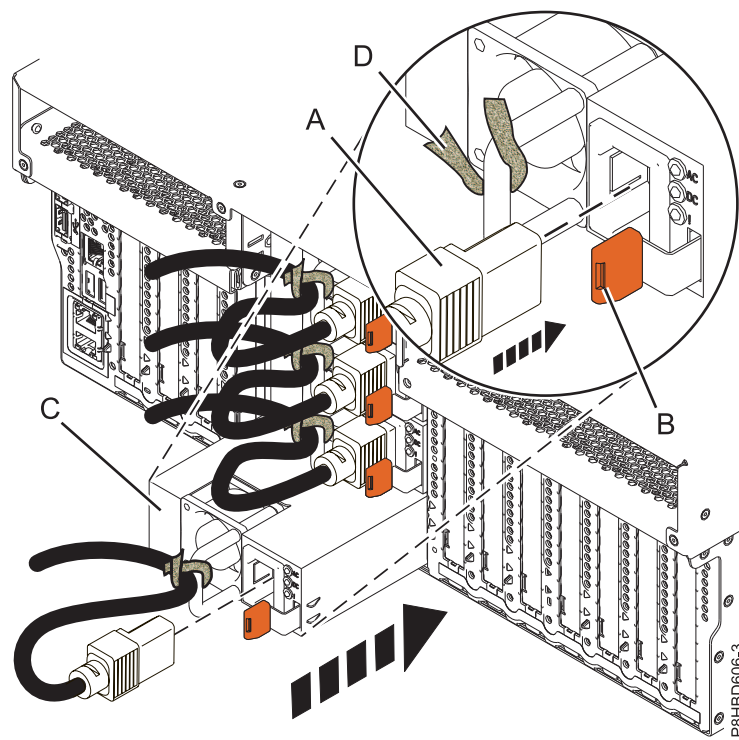
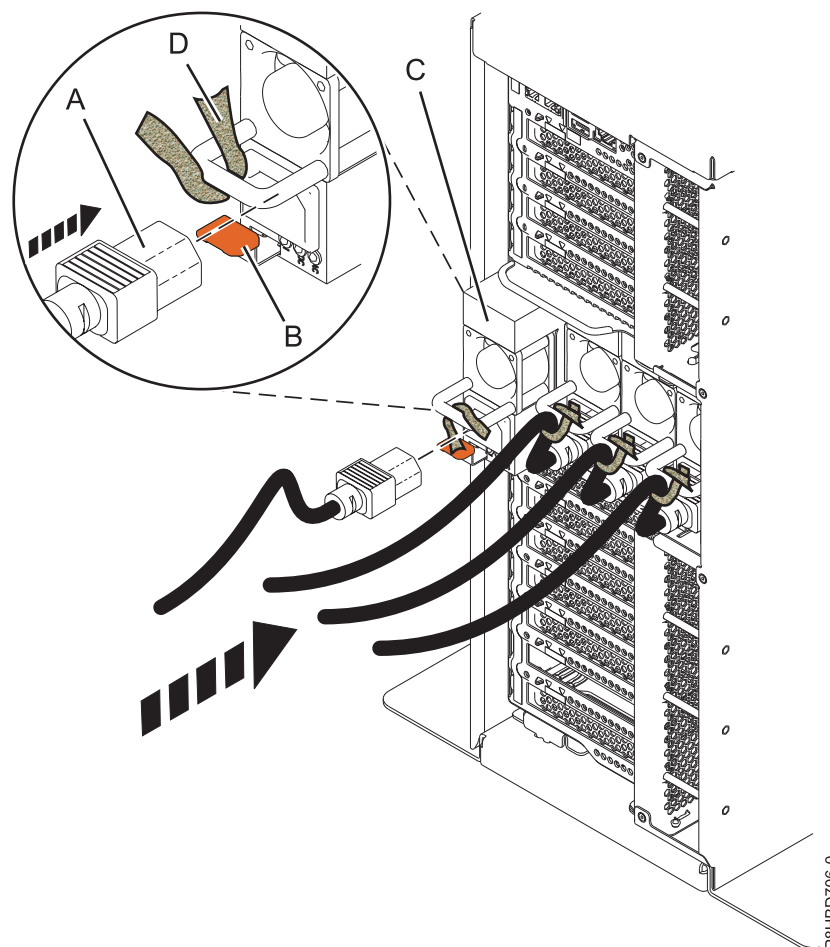

Figura 9. Substitució d'una font d'alimentació en un sistema muntat en bastidor
Figura 10. Substitució d'una font d'alimentació en un sistema autònom
3. Alineeu la font d'alimentació (C) amb el compartiment i desplaceu la font d'alimentació al sistema fins que el pestell de color terracota (B) quedi bloquejat al seu lloc, tal com es mostra a Figura 9 a la pàgina 11 per un sistema muntat en bastidor i Figura 10 a la pàgina 12 per un sistema autònom.
4. Connecteu el cable d'alimentació (A) a la font d'alimentació (C), tal com es mostra a Figura 9 a la pàgina 11 per un sistema muntat en bastidor i Figura 10 per un sistema autònom.
5. Utilitzeu la brida (D) i fixeu el cable d'alimentació a la nansa de la font d'alimentació, tal com es mostra a Figura 9 a la pàgina 11 per un sistema muntat en bastidor i Figura 10 per un sistema autònom.